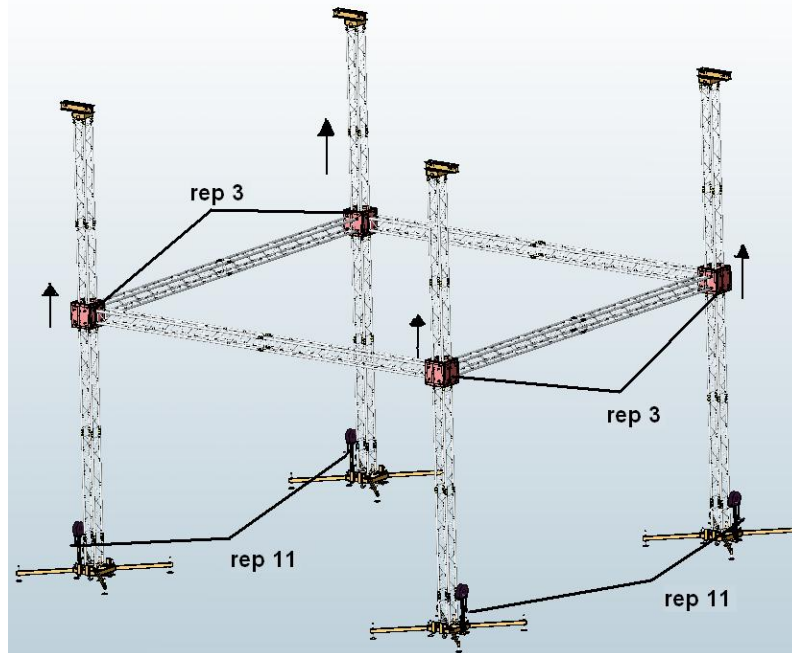

fig.10
- b) Option du treuil : Monter les 4 chariots élévateurs (rep 3) en synchronisation en tournant la manivelle des treuils simultanément (rep 11) (fig.10)